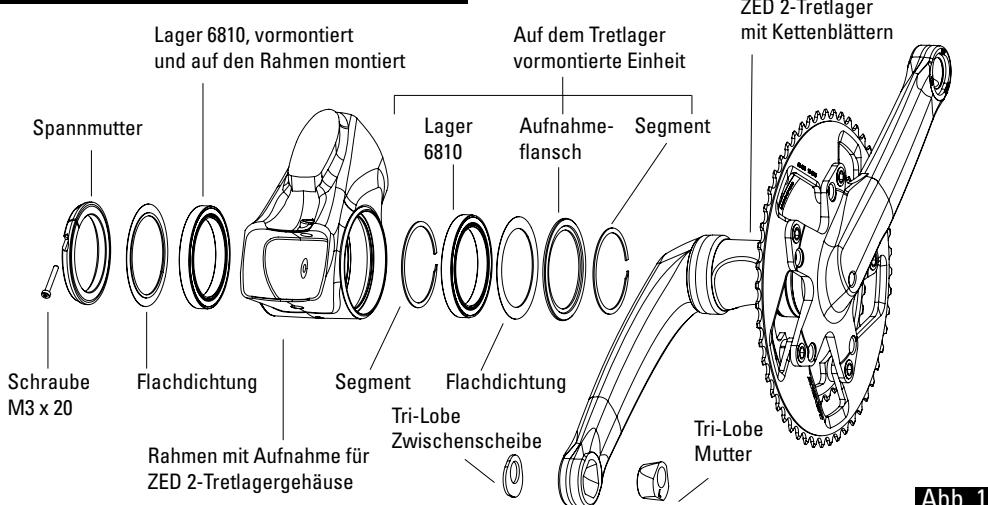

Abb. 1
- Vor dem Einsetzen des Tremlagers in den Rahmen ist zu prüfen, dass das linke Lager richtig auf der linken Seite des Rahmens sitzt und dass kein Teil auf der vormontierten Einheit des Tremlagers fehlt (vgl. Abb. 1).